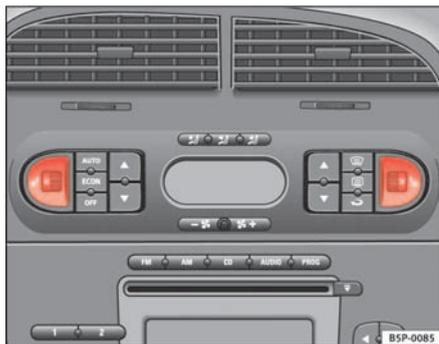

Fig. 95 Rotelle zigrinate per il riscaldamento dei sedili anteriori
- Per accendere il riscaldamento di un sedile, girare la rotella corrispondente ⇒ **fig. 95**. Sulla posizione **0**, il riscaldamento del sedile è spento.